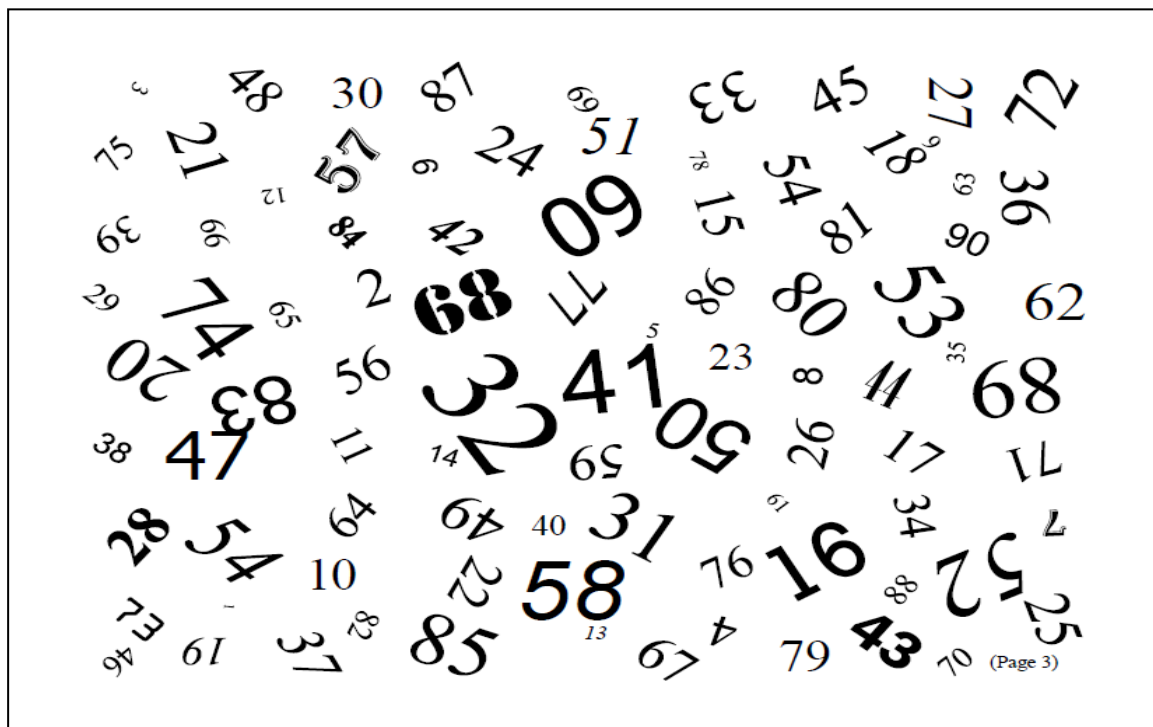
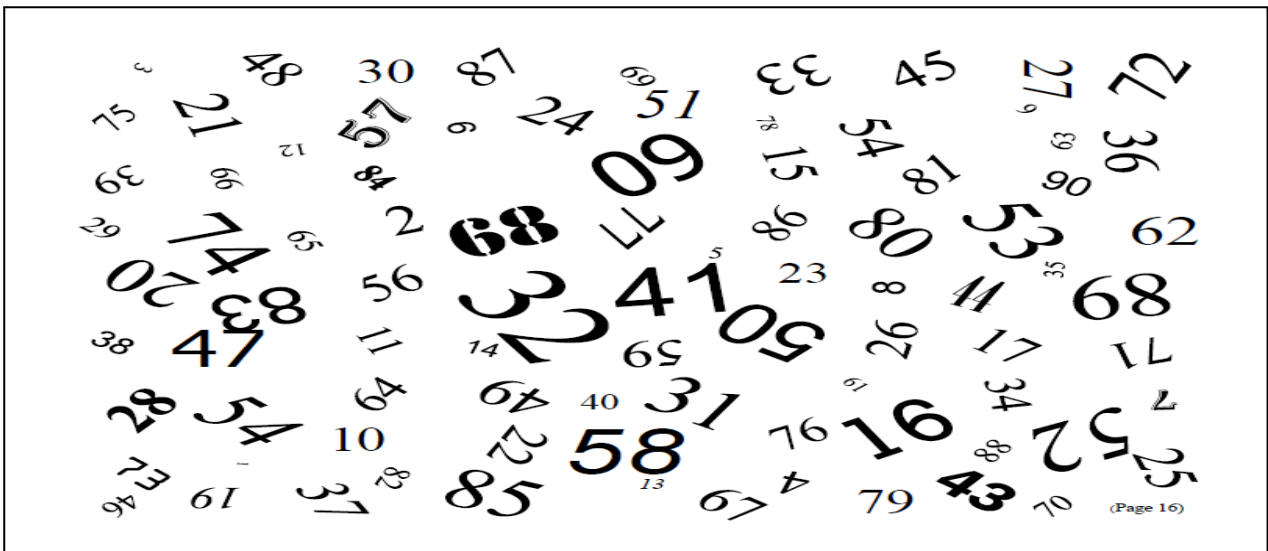

Рис. 1. Текущее положение
Рис. 5. Беспорядок через некоторое время
**Порядок выполнения.** В рабочей таблице (рис. 1) образно (посредством цифр) представлен обычный беспорядок, который образуется на рабочем столе (беспорядочно разбросанные канцтовары, неудачные ксерокопии, устаревшие документы) после продуктивной работы за день.
На рис. 5 опять видим беспорядок, который образуется через несколько дней опять активной работы. То есть на порядок, который мы навели – эта не стандартная процедура. Следовательно для этого нужна система – 4S стандартизация. А система 5S нужна чтобы эту процедуру сохранить и превносить в свою деятельность циклически.
Сравнивая рис. 5 и рис. 1 можно найти 2 пропущенные цифры. Например, это говорит о двух недостающих инструментах на рабочем месте цехового персонала или о двух недостающих документах на рабочем месте офисного сотрудника. Цель – недопустить такой ситуации, в следствии которой образуются большие потери связанные с поиском необходимого документа.